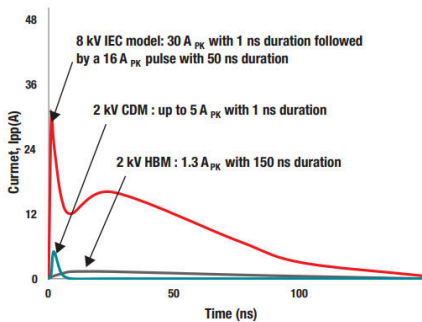

图 4. ESD 测试模型波形的比较
ESD 测试用于评估器件或设备在正常运行时可以承受多大的静电放电应力。JEDEC 标准规定的器件级测试对不同能量源建模，包括人体放电模型 (HBM)、充电器件模型 (CDM) 和机器模型 (MM) - 图 4 中可以看到这些波形。IEC 61000-4-2 提供与设备级测试类似的标准测试。这些标准对高电流、短时冲击建模，以表示真实放电事件的特性。在峰值测试电压下进行每项测试，以表征器件或系统可以承受的水平。表 1-2 中显示了 IEC 61000-4-2 的示例值。